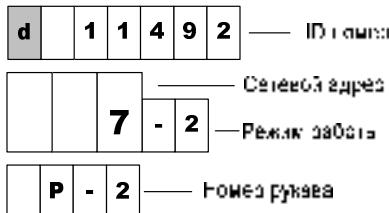

Рисунок 3
- отображение сетевого адреса, режима работы и ID-номера рукава (рисунок 3);